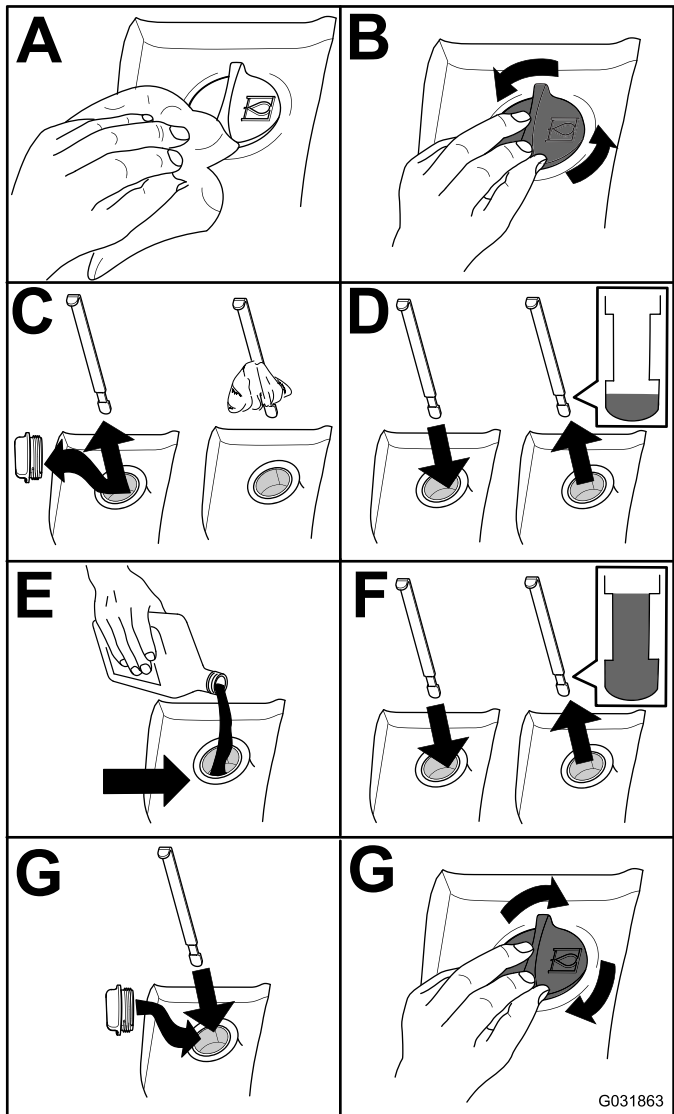

Figura 101
2. Compruebe el nivel de fluido hidráulico (Figura 101).